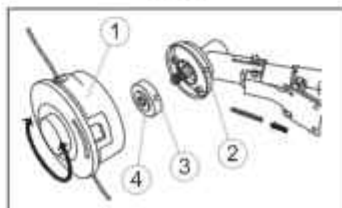

Рис. 6
2. Удерживая стержень в отверстиях **2** и **3** чашки редуктора и фланцевой шайбы **4**, закрутите катушку с леской против часовой стрелки до упора (рис. 6).